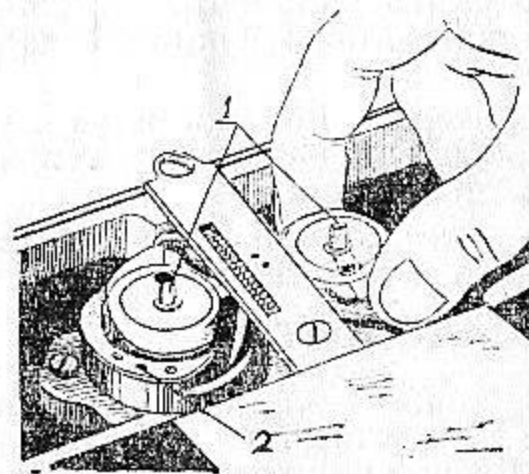

Рис. 4.
6.2. Смена шпулек и заправка нижних ниток (рис. 4)
Поворачивая маховик, ставят сначала стержень игловодителя в верхнее положение, а затем большим пальцем правой руки открывают защелку 1 на правом челночном комплекте (рис. 4), подсовывают ноготь большого пальца под выступающий фланец шпульного колпачка и двумя пальцами — большим и указательным поднимают и снимают шпульный колпачок наружу.
Шпульные колпачки с намотанными шпульками вкладываются затем в шпуледержатели на направляющие стержни, и защелки 1 опять закрываются (рис. 4).
Перед первым пуском машины в работу после долгого перерыва в работе, а также после продолжительной эксплуатации швейные крючки нужно смочить керосином, а затем смазать чистым вазелиновым маслом через отверстие 2 (рис. 4). Всякие другие средства, как например глицерин, употреблять для смазки не следует.